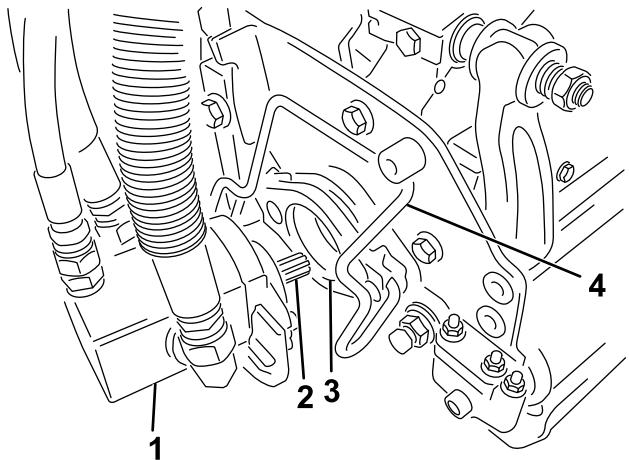

Figure 35
5. Enduez de graisse propre l'arbre cannelé du moteur de plateau de coupe (Figure 35).
6. Insérez le moteur dans le côté gauche du plateau de coupe (vu de la position de l'utilisateur) et tirez la barre de retenue du moteur située sur le plateau de coupe vers le moteur jusqu'à ce qu'un déclic soit entendu des deux côtés du moteur (Figure 35).